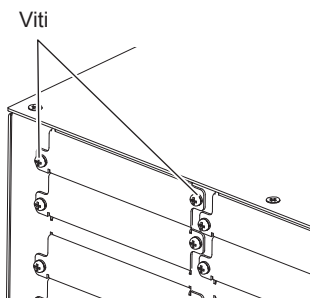

Fig. 1
1) Rimuovere il coperchio dell'ingresso. (Fig. 1)
- 1) **Rimuovere il coperchio per la sezione di attacco del dispositivo di Alimentazione. (Fig. 1)**
- 4) **Rimuovere il dispositivo di Alimentazione. (Fig. 1)**